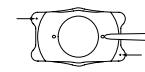

Abb. 10
4. Die ICL bzw. TICL mit einer Pinzette festhalten und unter dem Operationsmikroskop inspizieren, um die ICL bzw. TICL zu identifizieren und deren korrekte Ausrichtung zu verifizieren. (Abb. 10)